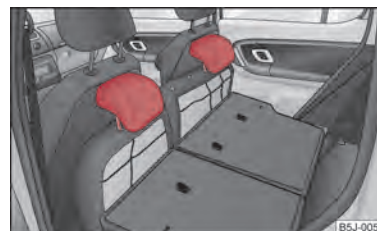

Fig. 42 Scaunele din spate: Tetierele în scaune
- Tetierele se pot introduce în orificiile corespunzătoare ale banchetei rabatate ⇒ fig. 42.